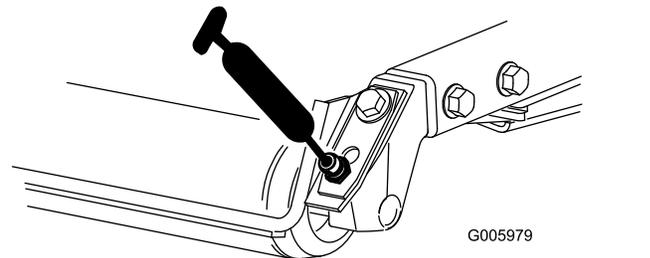

Figure 53
- Roulements de rouleau arrière (2 par plateau de coupe) (Figure 53)